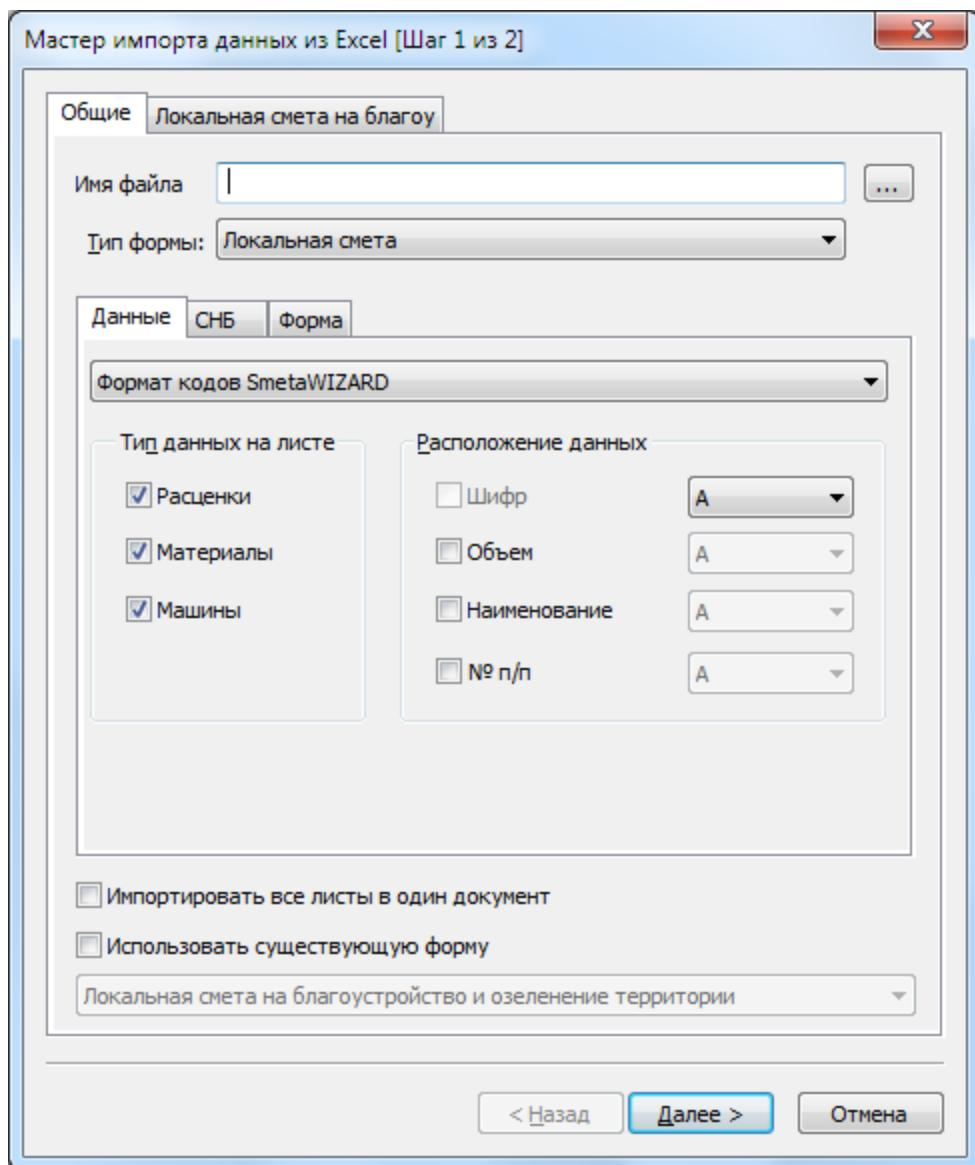

Рис. 7.3 Диалоговое окно Мастер импорта из Excel (шаг 1), вкладка Данные
3. В открывшемся диалоговом окне *Мастер импорта данных из Excel (шаг 1)* (рис. 7.3) задать параметры импорта: